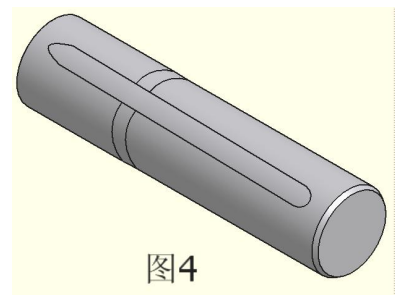

图4
5. 底芯上开 3 道以上的排水槽, 以加快排水速度, 排水槽距两端面 5-10, 与毛坯接触的那个端面的边缘, 要往下打钝, 以防与毛坯粘连。底芯应确保不与毛坯发生粘连, 否则将无法使用机械手, 如图 4。